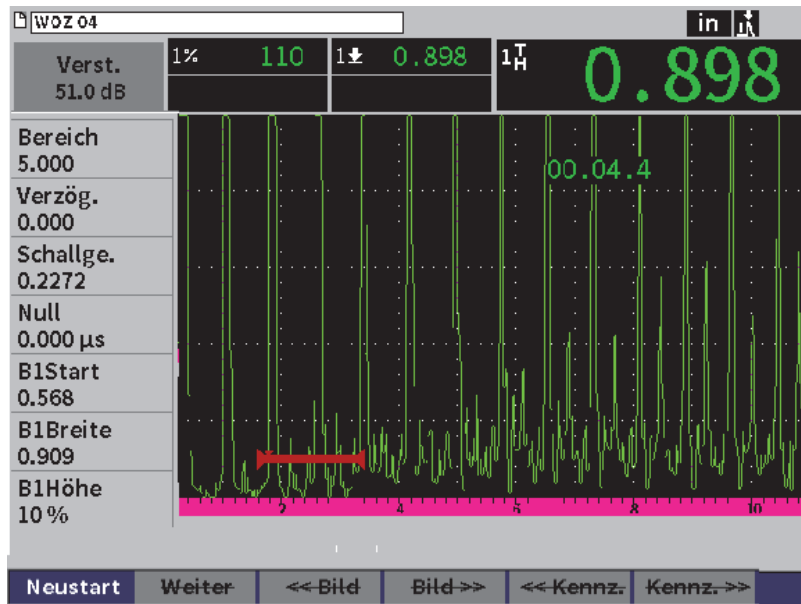

Abbildung 9-32 Konfigurationsfenster zum Überprüfen der Videoaufnahme
3. Drücken Sie Enter, um das Konfigurationsfenster zum Überprüfen anzuzeigen (siehe Abbildung 9-32 auf Seite 165).